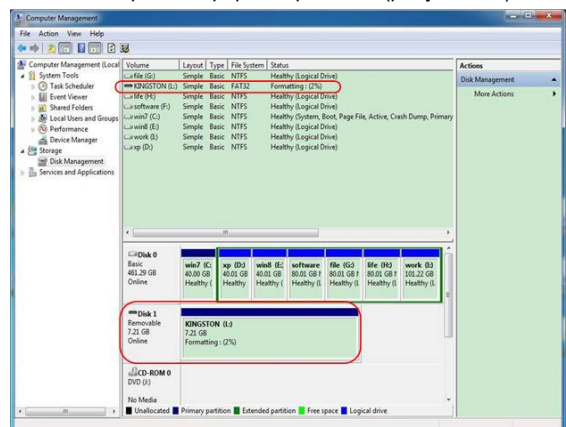

Рисунок 4.5. Процесс форматирования USB- накопителя
- 6) Выполняется процесс форматирования (рисунок 4.5).